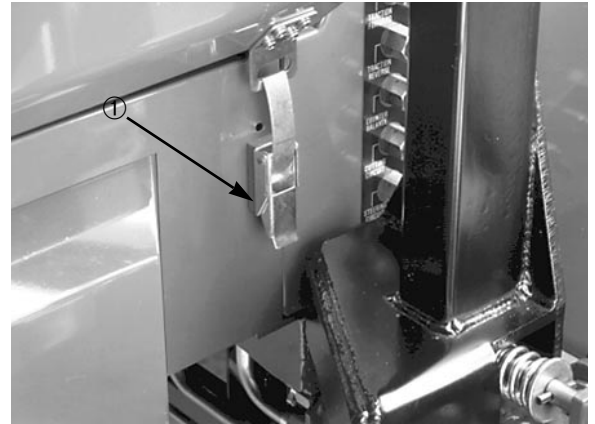

Bild 1
1. Die Maschine auf einer ebenen Fläche abstellen. Die Laschen der Motorhaube (Bild 1) lösen.